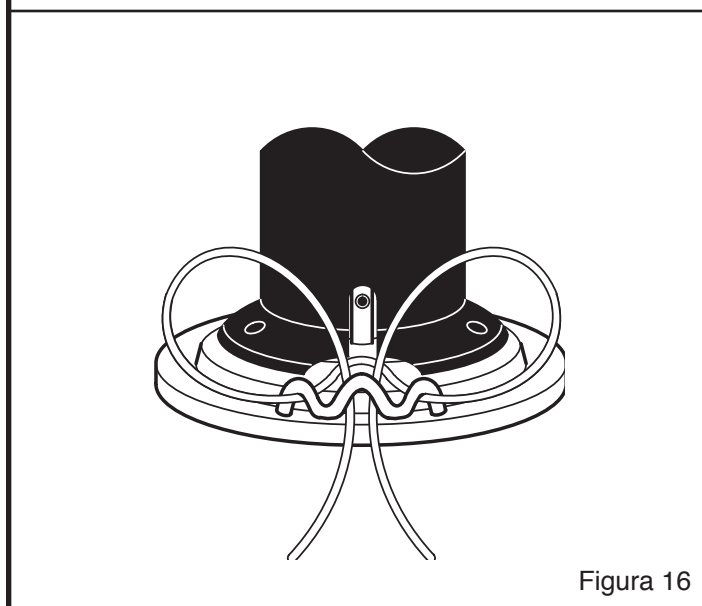

Figura 16
5. Tomar los extremos del hilo, cruzarlos sobre el retenedor de hilos, y enhebrarlos a través del agujero central. (Véase la Figura 16)